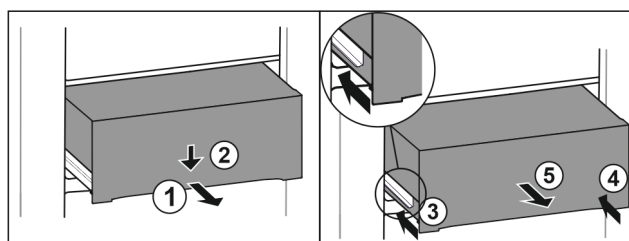

Fig. 128
- Lade er half uittrekken. Fig. 128 (1)
- Schuiflade aan de voorzijde omlaag drukken. Fig. 128 (2)
- Linker rail ca. 2 cm inschuiven. Fig. 128 (3)
- Rechter rail ca. 2 cm inschuiven. Fig. 128 (4)
- Lade naar voren toe verwijderen. Fig. 128 (5)